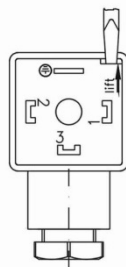

Abb. 8
- ↪ Öffnen Sie das Innenteil ⑧ der Leitungsdose ② mit einem Schraubendreher oder einem ähnlichen Werkzeug (→ Abb. 8).